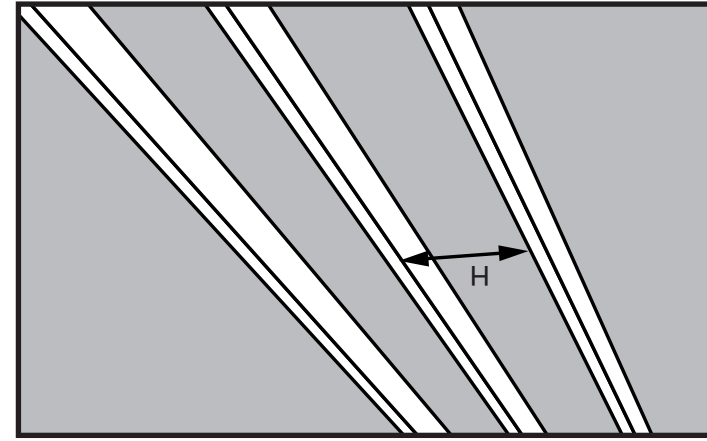

Figura 11
- PASO 1.** Mida la longitud "H" del cabecero entre las vigas (Véase la Figura 11).